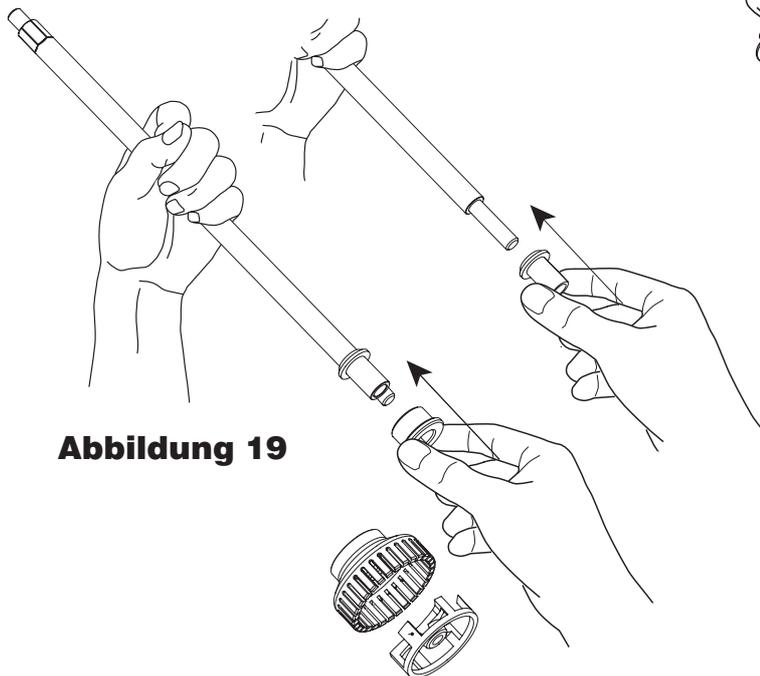

**Abbildung 18**
**Immer den Abnutzungsgrad der Harzbuchse und der Metallbuchse kontrollieren.** (Abb. 18)